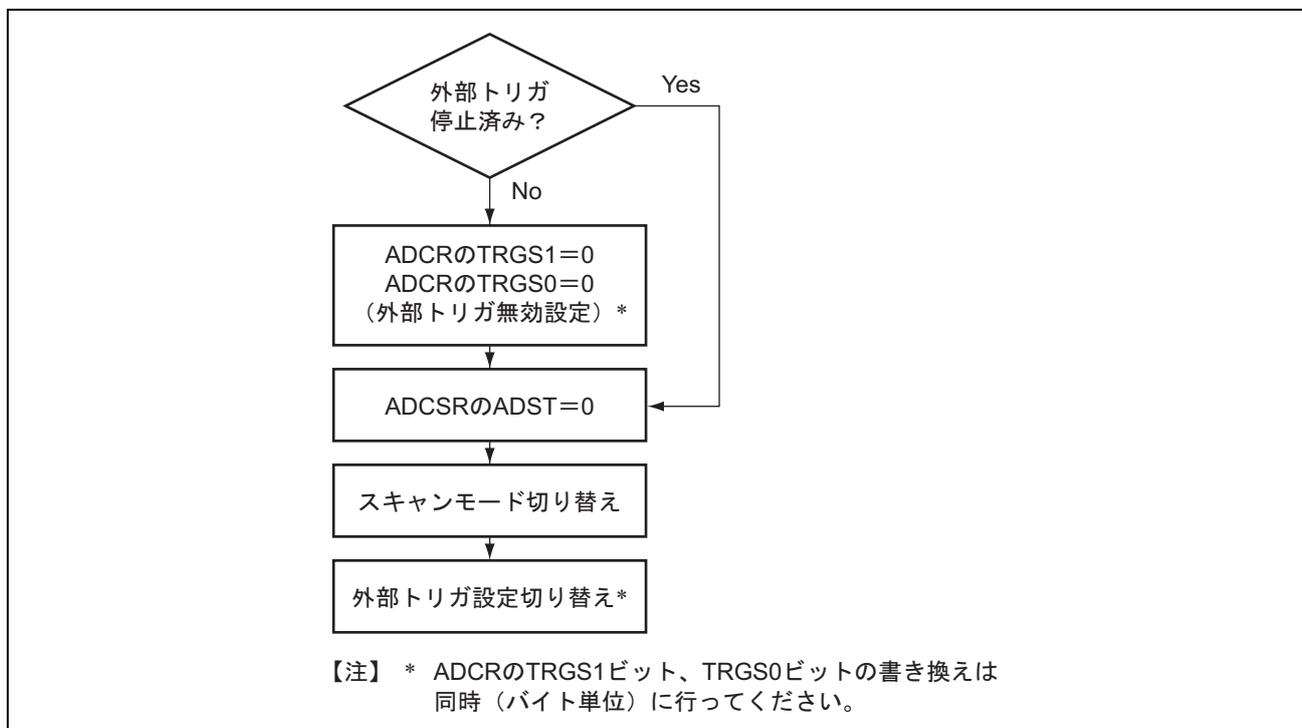

図 22.8 外部トリガ起動設定時のモード切り替え手順
2.または3.に該当する場合の詳細手順については、図22.8を参照してください。